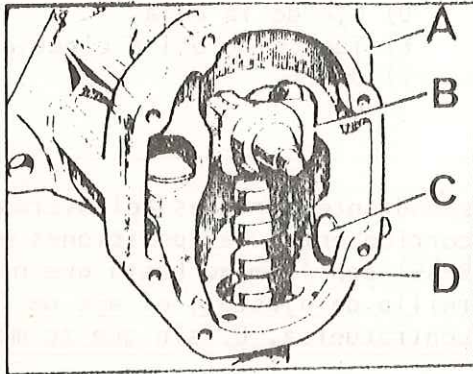

Fig. G-42 Montaje de la tuerca de bolas circulantes
- 3.7. Mantener la tuerca, B (Fig. G-42) en la posición que corresponde dentro de la caja de dirección, se introducirá el sînfín del extremo inferior de la barra de dirección hasta engranar con la tuerca, asegurándose que las bolas de ésta no se han movido.